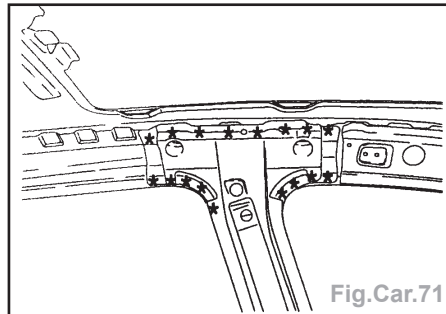

Fig.Car.71
• par fraisage des points (Fig.Car.71).